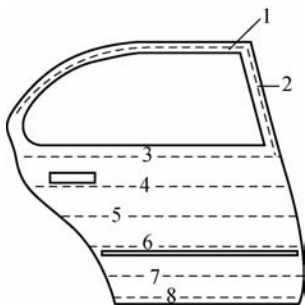

图 8-74 车门的喷涂顺序
(1)车门。首先喷涂车门的顶部,然后下移直到车门的底部。如果只喷涂一个车门,首先应喷涂车门边缘;喷涂车门把手时应该特别小心,因为某点的涂料太多将会导致垂挂。车门的喷涂顺序如图 8-74 所示。